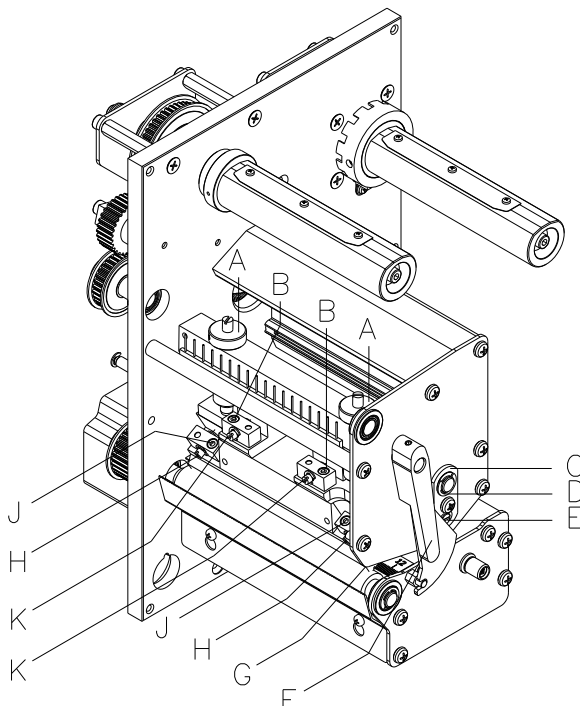

Abbildung 12
Falls nach Einstellen der Parallelität kein gleichmäßig starker Druck über die gesamte Druckbreite vorliegt, kann mit dem Stellblech (C, Abbildung 12) ein Ausgleich wie folgt geschaffen werden:
1. Schraube (D, Abbildung 12) ca.  $\frac{1}{4}$  Umdrehung lösen.
2. Exzenterbolzen (E, Abbildung 12) drehen, um einen Druckausgleich zu schaffen und solange nachstellen, bis ein gleichmäßiges Druckbild vorliegt.
3. Schraube (D, Abbildung 12) wieder anziehen.
1. Andruckschrauben (A, Abbildung 12) drehen, um den Druckkopfdruck zu verändern.
2. Drehen der Andruckschrauben (A, Abbildung 12) bis an den Anschlag im Uhrzeigersinn ergibt eine Andruckerhöhung von 10N gegenüber der Werkseinstellung.
3. Drehen der Andruckschrauben (A, Abbildung 12) genau eine Umdrehung vom Rechtsanschlag gegen den Uhrzeigersinn, ergibt die Werkseinstellung.